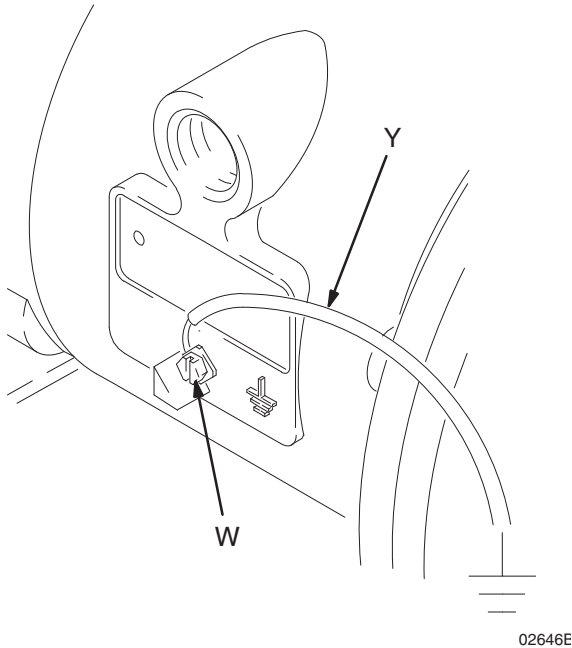

FIG. 1
- **Pompa:** Collegare un filo di terra e il morsetto come mostrato nella FIG. 1. Allentare la vite di terra (W). Inserire un'estremità del filo di terra con sezione minima 1,5 mm2 (12 ga.) (Y) dietro la vite di terra e serrare saldamente la vite. Collegare l'estremità del morsetto del filo di terra a una